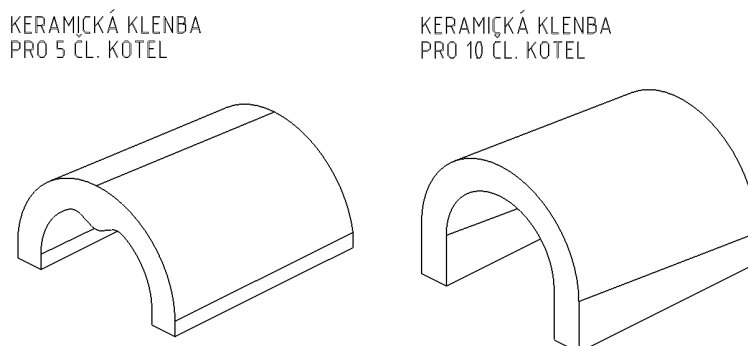

Рис. 13 Керамический свод
5. В камеру сгорания установить керамический свод (рис. 13) открытой частью вперед (см. Рис. 15 и 16). На боковые наплывы камеры сгорания установить керамические пластины (см. Рис. 15 и 16). Для котла VIADRUS HERCULES ECO существует 4 типа керамических пластин (см. таб. 3 и рис. 14). Установку керамических пластин произвести рис. 15 и 16. При установке керамических пластин необходимо следить за тем, чтобы пластины как следует легли на наплывы и замки пластин попали друг в друга. Возможные негерметичности можно исправить герметиком с жаростойкостью 1200 °С (напр. ZWALUW) или жаробетоном.